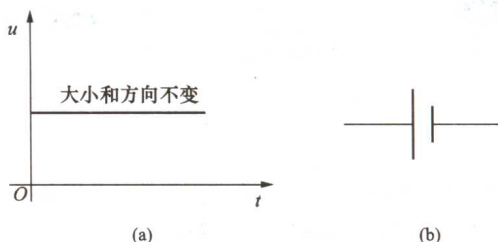

图 1-1 直流电的波形及电池的图形符号
1) 直流电是指方向一定而大小不变的电流,如图 1-1 所示。手电筒、手机和拖拉机、汽车上的电池提供的都是直流电,如表 1-1 所示。